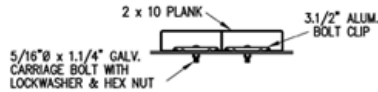

FIG. 1 FIG. 2
- 1) LOCATE THE CHANNEL END CAP AS SHOWN IN FIG. 1.